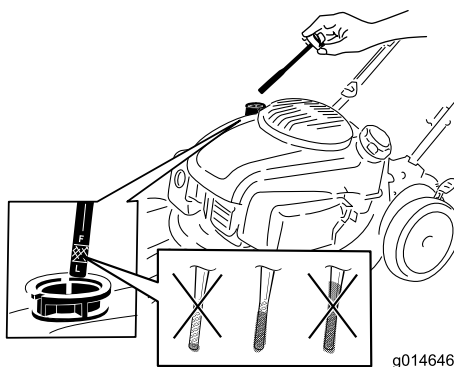

Figura 8
1. Retire la varilla, límpiela con un trapo, vuelva a colocarla en el tubo de llenado, **pero no la enrosque** (Figura 8).
2. Retire la varilla y compruebe el nivel de aceite (Figura 8). Si el nivel de aceite está por debajo de la marca "Add" de la varilla, vierta **lentamente** aceite en el tubo de llenado hasta que el nivel llegue a la marca "Full" de la varilla. **No llene demasiado.** (Capacidad máxima: 0,65 l (22 onzas), tipo: 10W-30 o SAE 30, aceite detergente con clasificación de servicio API, SJ, o superior.)